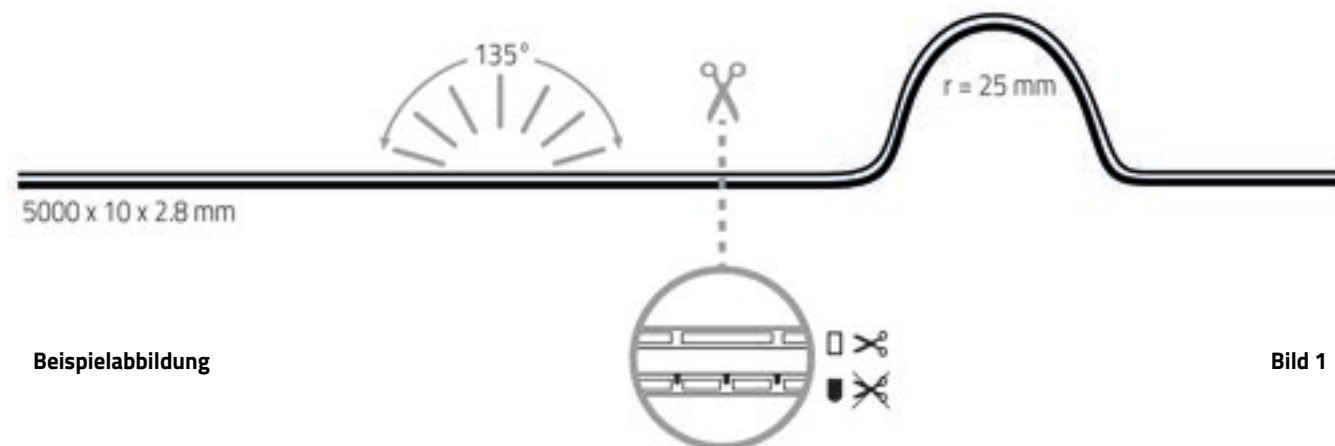

Bild 1
2. **VARDIFLEX** LED-Strip, falls erforderlich, kürzen (Bild 1).
**VARDIFLEX** LED-Strip kann überall (**außer an Widerständen**) getrennt werden (Bild 1).
2. Shorten **VARDIFLEX** LED strip if necessary (fig. 1).
**VARDIFLEX** LED strip can be separated anywhere (**except at resistors**) (fig. 1).